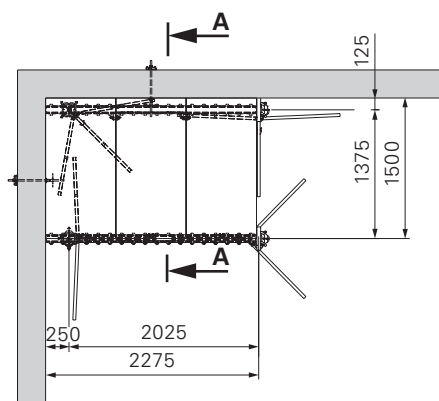

Fig. A4.05
1. Posizionare il puntello con la testa d'appoggio (6) in uno degli angoli (Per la distanza, v. Fig. A4.05).
3. Posizionare il puntello con testa a caduta (1). Distanza dalla parete: 2,275 m. (Fig. A4.05)